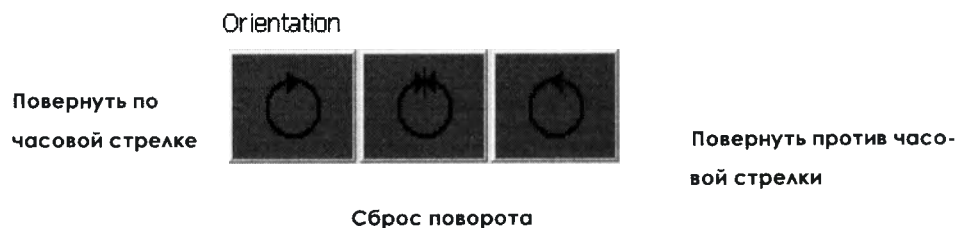

Рисунок 93
– кнопки вращения изображения также находятся на контрольной строке на мониторе (см. рисунок 93).